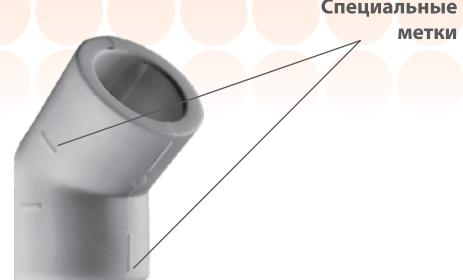

Рисунок 1
- Специальные метки на поверхности фитингов (патент № 92932) упрощают процесс монтажа (рис. 1).